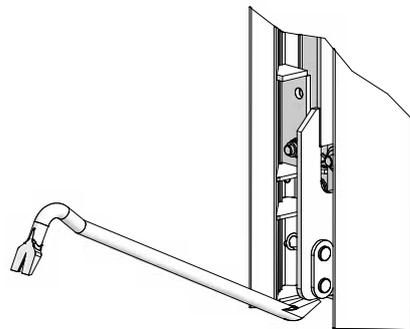
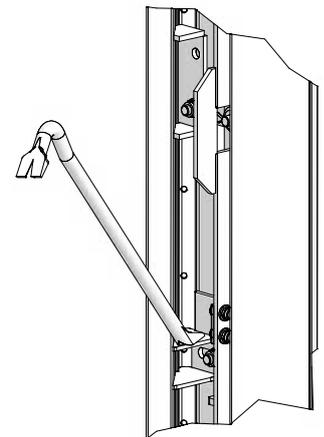

Abb. 33.3 A
Abb. 33.4 B
4. Ausschalecke wird mit dem Hebeisen aktiviert. Die Kniehebelstange wird dabei per Hebeisen nach oben gedrückt. Das Hebeisen kann unten am Punkt A (Abb. 33.3 A) oder in der Mitte bei Punkt B (Abb. 33.4 B) angesetzt werden. Dadurch wird die Schalung ohne Kraftaufwand von der Betonoberfläche gelöst.